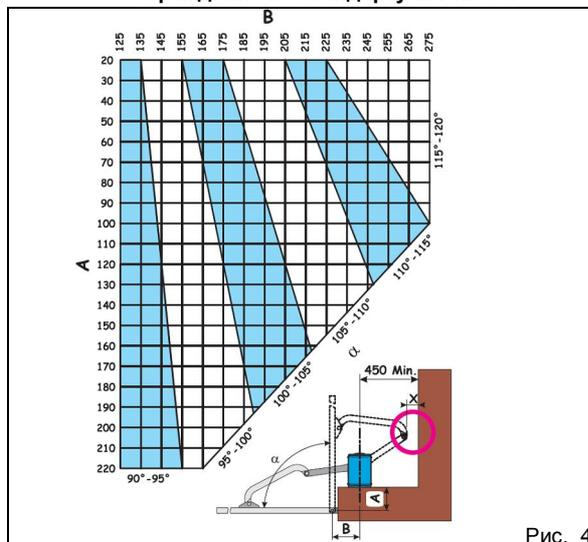

Рис. 4
Для правильного размещения привода необходимо определить точные размеры по рис. 4:
- Соблюдать минимальный размер 450 мм (рис. 4).
- После окончания установки следует убедиться, что размер "Х" (рис. 4) составляет не менее 500 мм. Если "Х" оказался меньше 500 мм, следует выполнить ударные испытания привода в положении, показанном на рис. 4, как описано в стандарте UNI EN EN12445, и убедиться, что измеренные значения соответствуют требованиям стандарта UNI EN 12453.
- Если размер "Х" (см. рис. 4) оказался меньше допустимого по стандарту UNI EN12453, то в указанной на рис. 4 зоне **ДОЛЖНО** быть установлено защитное ограждение по стандарту EN 12978.